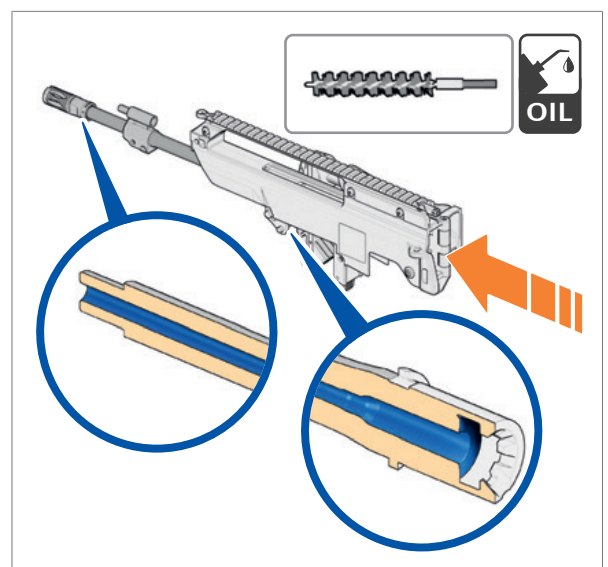

Abb. 113: Rohr innen einölen
22. Eingölte Ölbürste durch das Rohr ziehen um das Rohr zu konservieren (Abb. 113).